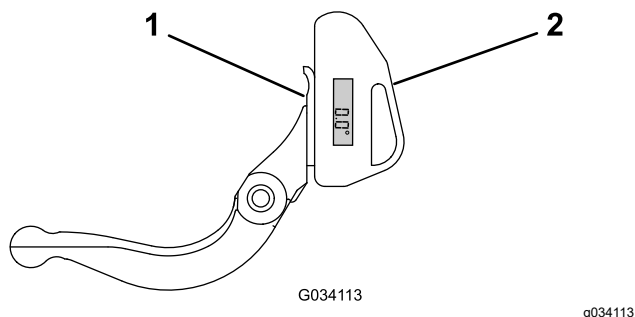

Рисунок 19
1. Установите индикатор угла на нижней стороне неподвижного ножа, как показано на Рисунок 19.